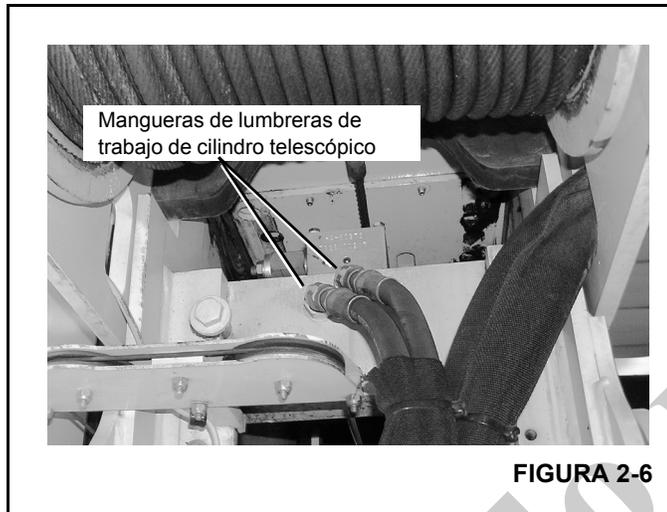

FIGURA 2-6
1. Retire las mangueras de extensión y de retracción (lumbra de trabajo) del cilindro telescópico (Figura 2-6) y tape los adaptadores del cilindro telescópico.